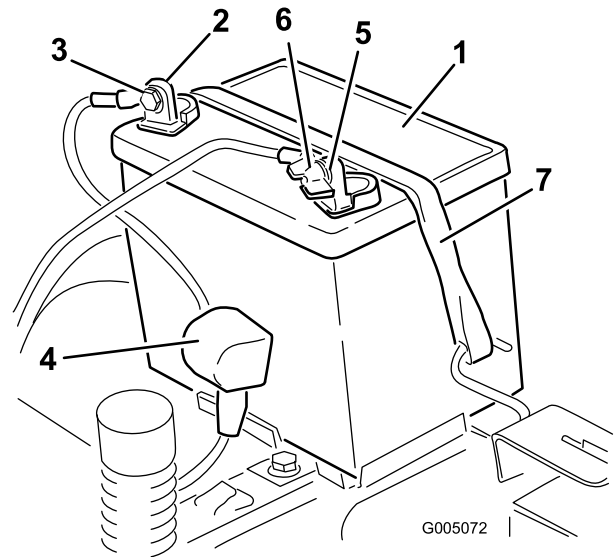

Bild 46
4. Klemmen Sie das Minuskabel (schwarz) vom Batteriepol ab (Bild 46). Bewahren Sie alle Befestigungen auf.
vom Batteriepol ab (Bild 46). Bewahren Sie alle Befestigungen auf.
6. Nehmen Sie die Batterieklemme ab (Bild 46) und heben Sie die Batterie aus dem Ständer heraus.
1. Setzen Sie die Batterie in das Fach (Bild 46).
5. Befestigen Sie die Batterie mit der Befestigung (Bild 46).